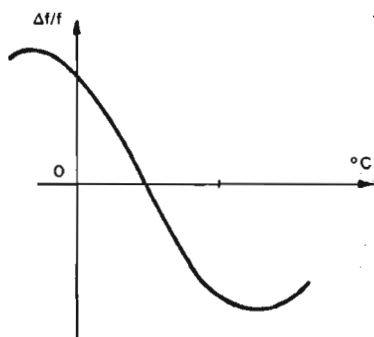

Fig. 1
- celle qui régit les dérives de fréquence du quartz en fonction de la température est très proche d'une fonction du 3ème degré. (Fig. 1)